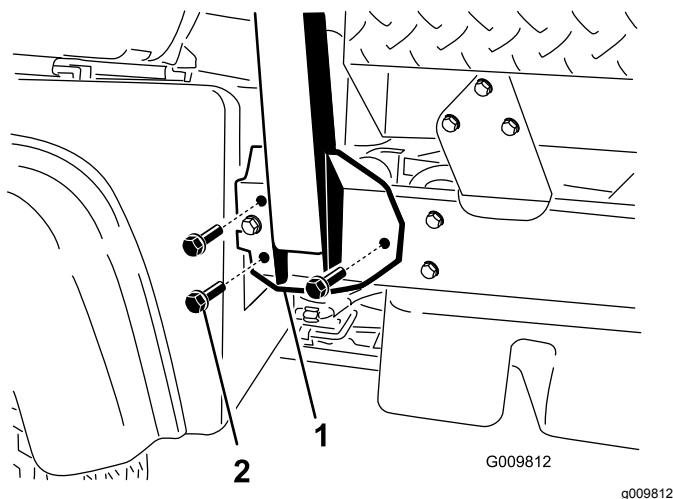

Figure 4
2. Placez chaque côté du système ROPS en face des trous de montage de chaque côté du cadre du véhicule (Figure 4).
3. Fixez le support du système ROPS de chaque côté du cadre de la machine au moyen de 3 boulons à embase ($\frac{1}{2}$ " x $1\frac{1}{4}$ ") (Figure 4).